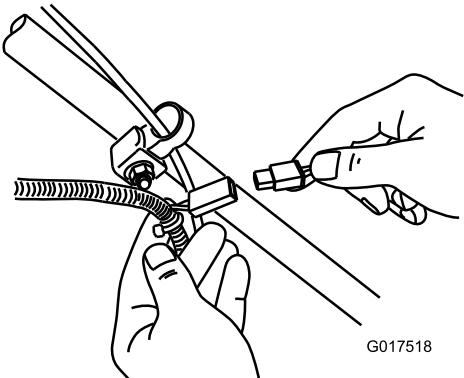

Figura 34
1. Ligue o carregador à cablagem sob a chave da ignição (Figura 34).